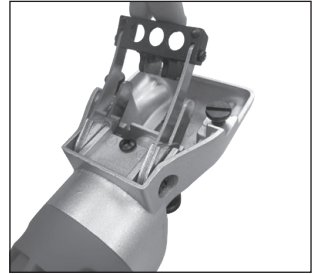

Fig. 6
3. Om de veren te vervangen, tilt u de scheermeshouder op en verwijderd u de schroeven van de veren (afb. 6).